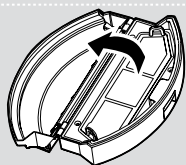

Рис. 19
3. Снимите все компоненты фильтра и очистите их по отдельности. Сборка выполняется в обратном порядке. **[Рис. 19,20]**